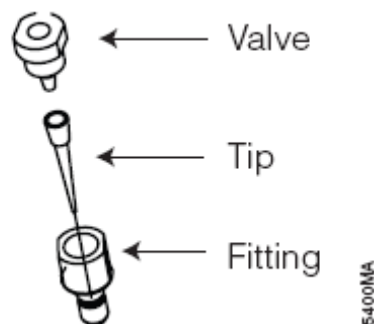

图15. 进样器枪头装置
2. 逆时针从管路上拧下枪头装置（图15）。
3. 拆下进样器枪头装置（图15）。不要弃去。